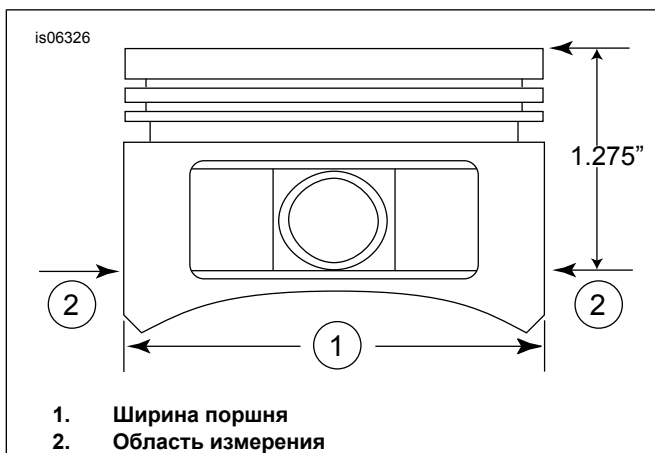

Рисунок 2. Размеры для поршня
- См. Рисунок 2 . Измерьте ширину поршня (1) на 90 градусов по горизонтали с обеих сторон отверстия штифта поршня и на 32,38-мм по поверхности (верхней) пластины поршня (2). См. Таблица 11 — посадка поршня на цилиндр в этой точке.